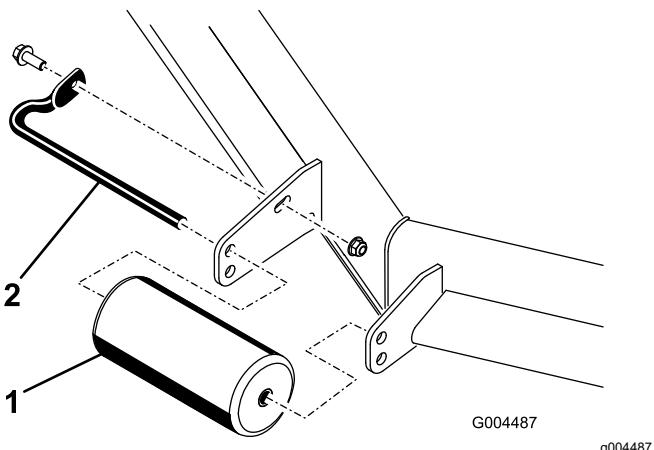

Figura 9
4. Retire os fixadores prendendo cada rolo no seu cortador e move os rolos para cima ou para baixo, como desejar (Figura 9).